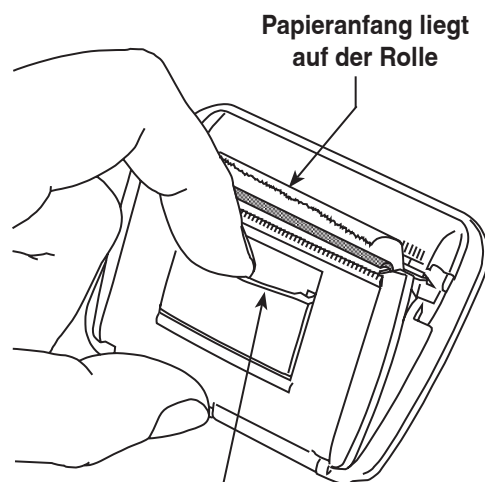

Abbildung 20
1. Die Druckerabdeckung entfernen und mit der Lasche herausziehen (siehe Abbildung 20).